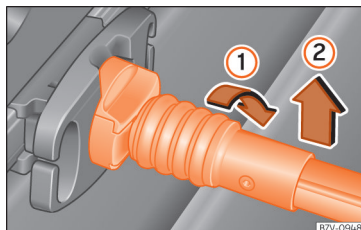

Abb. 148 Kuvertnetz aushängen.
- Haltestange um 90° nach rechts drehen »» **Abb. 148** ①, bis die rote Markierung an der Haltestange zu sehen ist. Haltestange nach oben herausnehmen ②.